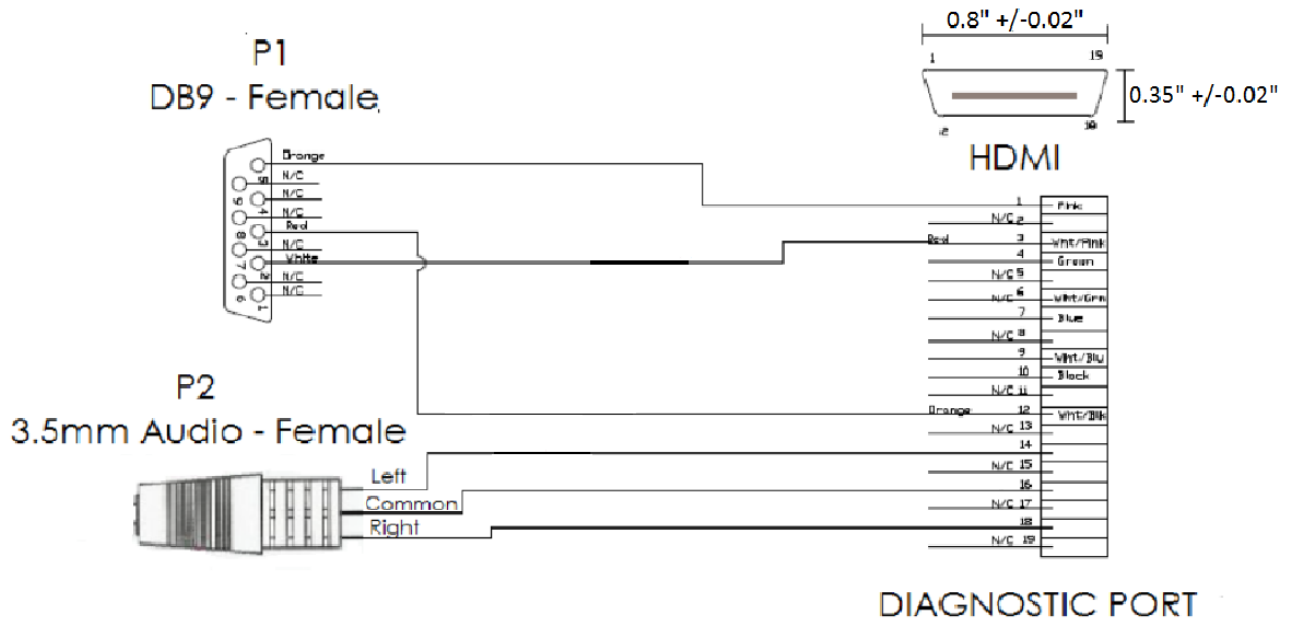

Abbildung 1: Kommunikationskabel für Schwesternruf / elektronische Patientenakte
4.1 Abbildung 1: Diagramm des Kabels für Schwesternruf und elektronische Patientenakte .....	4
Das Kommunikationskabel für den Schwesternruf / die elektronische Patientenakte (Art.-Nr. 3100897) hat einen 3-poligen 3,5-mm-Klinkenstecker (siehe P2 in Abb. 1) zum Anzeigen eines Alarmzustands im Schwesternruf-System des Krankenhauses und eine DB9-Datenbuchse zum Anschluss von Geräten, die in der Lage sind, eine elektronische Patientenakte zu führen.
Der 3,5-mm-Klinkenstecker des Kabels unterstützt „normal geöffnete“ und/oder „normal geschlossene“ Anschlüsse von Schwesternruf-Systemen. Die Signale an den 3 Kontakten sind (siehe P2 in Abb. 1 und Abb. 1A):
#### 4.1 Abbildung 1: Diagramm des Kabels für Schwesternruf und elektronische Patientenakte
Das Precision Flow® Hi-VNI hat an der Rückseite eine HDMI-Buchse. Das **Vapotherm-Kommunikationskabel für Schwesternruf / elektronische Patientenakte (Art.-Nr. 3100897)** hat einen HDMI-Stecker am einen Ende und eine DB9-Buchse gemäß RS-232-Standard am anderen Ende. Mit diesem Kabel kann das Precision Flow® Hi-VNI am RS-232-Standardanschluss eines elektronischen Patientenaktensystems angeschlossen werden. Die Anschlussbelegung dieses Kabels ist in Abbildung 1 angegeben.
Nehmen Sie den Silikonstopfen in der Abdeckung des Sauerstoffsensors an der Rückseite des Precision Flow® Hi-VNI heraus und stecken Sie den HDMI-Stecker 3100897 in die HDMI-Buchse am Precision Flow® Hi-VNI. Schließen Sie das andere Ende des mit dem richtigen Stecker versehenen Kabels am elektronischen Patientenaktensystem des Krankenhauses an. Schaltbild und Anschlussbild finden Sie in Abbildung 1.